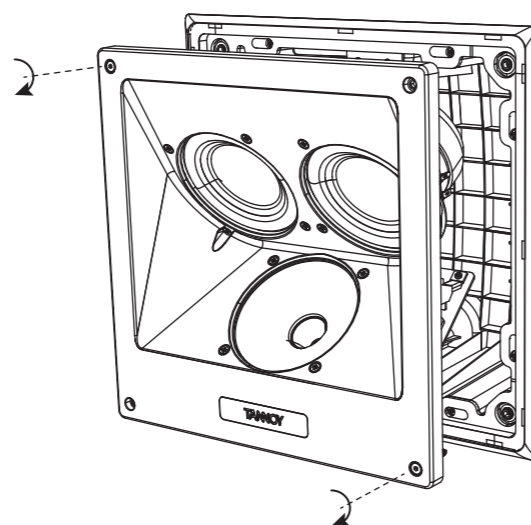

Fig. 20. Install the loudspeaker
3. Instale o altifalante na parte posterior e fixe-o com os parafusos (Fig.20).